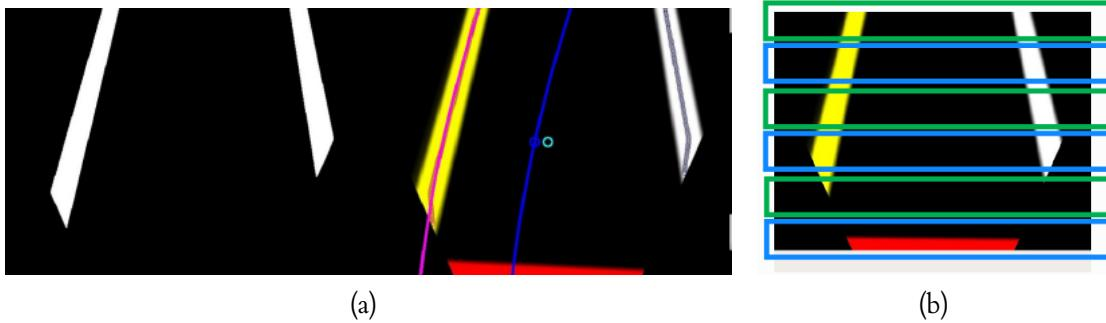

Figure 22: (a) Grayscale 변경후 중심 차선 추출 결과 rqt 확인. (b) Sliding window 방식으로 contour를 추출하는 개념(실제로 더 잘게 나누어서 추출함).
- 이미지를 grayscale 형태로 변환하고 슬라이딩 윈도우 방식으로 이미지를 위에서 부터 높이가 4인 크기로 `CHAIN_APPROX_SIMPLE` 방식의 contour를 추출함 (Figure 22(b)).
계산 (Figure 22(a)).